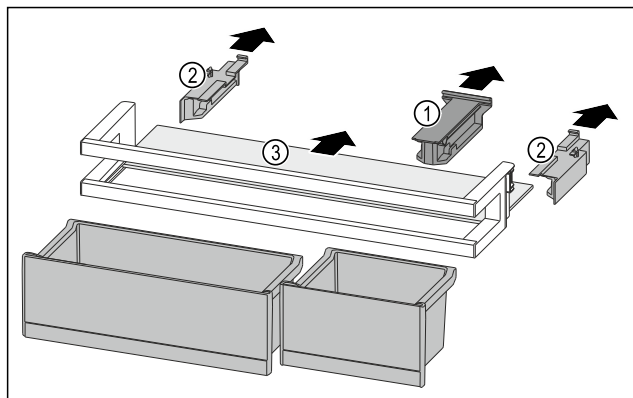

Fig. 251
- Držák Fig. 251 (1) stáhněte.
- Boční díly Fig. 251 (2) stáhněte.
- Odkládací plochu Fig. 251 (3) odeberte.